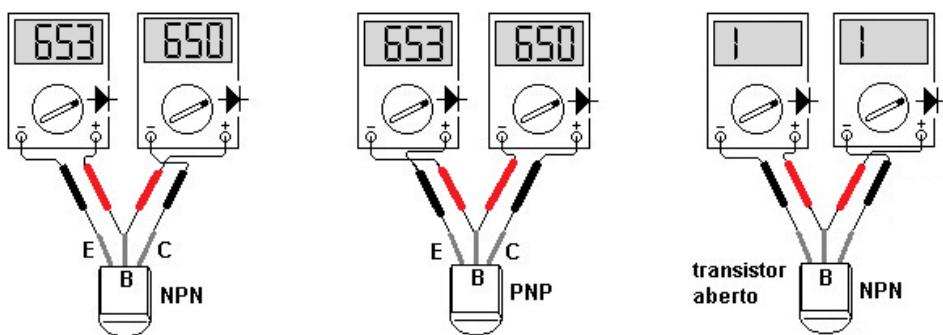

Figura 2.48 – Medidas das tensões base-emissor e base-coletor do TJB com o multímetro digital.
O próximo passo é identificar, continuando do TJB npn, os terminais E e C. Como se sabe da construção do TJB, o emissor é mais dopado, portanto, possui mais portadores livres. Logo, a sua junção com a base terá um potencial de depleção ligeiramente maior que a da junção base-coletor, BC. Então tem-se:  $V_{BE} > V_{BC}$  (Figura 2.48). Com estas medições identificam-se os terminais emissor (E) e coletor (C) do transistor bipolar.